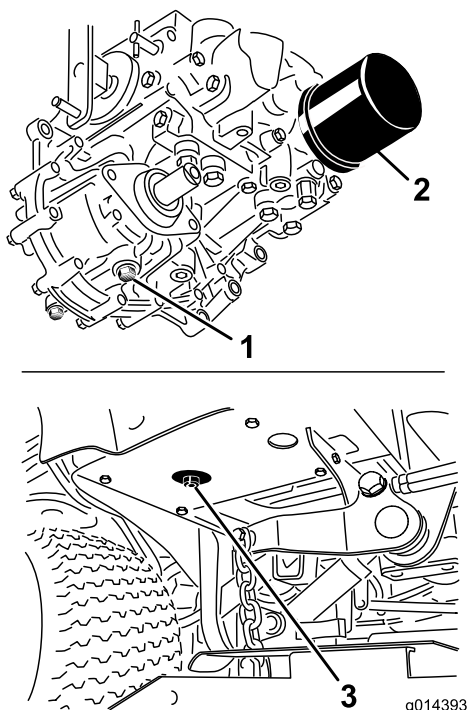

Figura 51
3. Coloque um recipiente grande sob o reservatório hidráulico e cárter da transmissão e retire os buíões, drenando todo o fluido hidráulico (Figura 51).
4. Limpe a zona em redor do filtro de fluido hidráulico e retire o filtro (Figura 51).